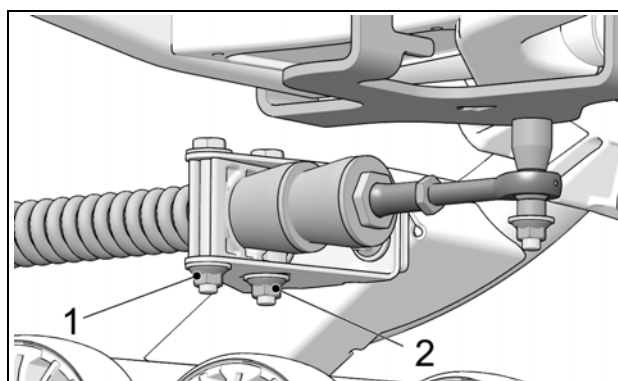

Figure 20
- Resserer les écrous (1) et (2) de l'ancrage antirotation à un couple 50 N•m [37 lb•pi]. Voir la Figure 20.